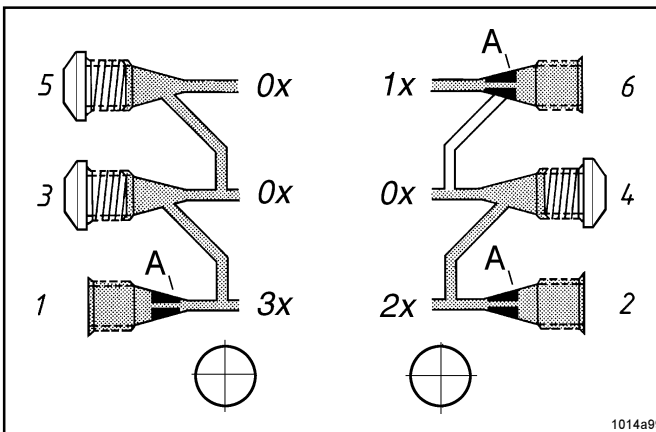

Fig. 1 - Débit simple, double ou triple
* Fermer les trous de sortie non nécessaires à l'aide d'une vis de fermeture; voir Fig. 1 ou 4.